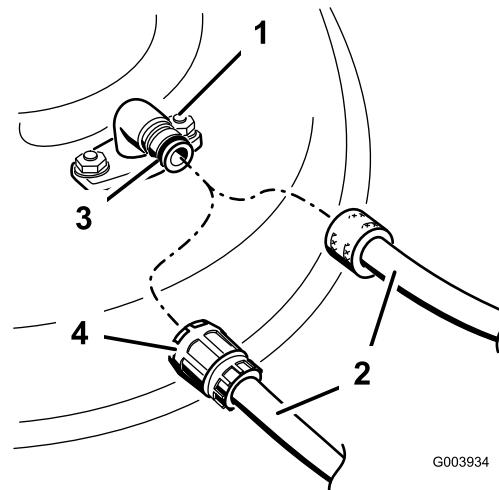

Bild 52
3. Montieren Sie die Schlauchkupplung auf die Kupplung am Mähwerk-Spülanschluss und drehen Sie das Wasser mit starkem Druck auf (Bild 52).